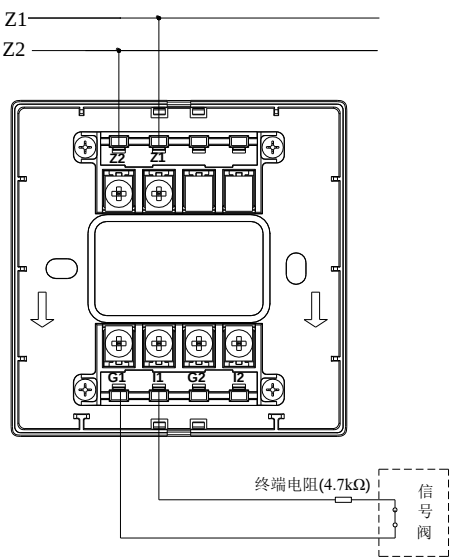

图 5 常闭无源触点的现场设备示意图
- 2. 模块与具有常闭无源触点的现场设备（以信号阀为例）连接方法如图 5 所示（以输入端口 1 为例）。